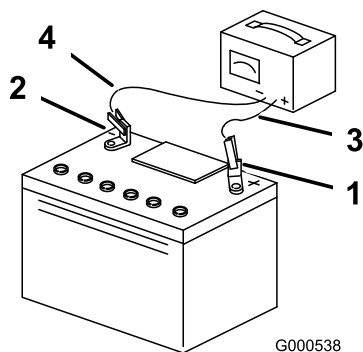

図 49
5. 充電が終わったら、チャージャのプラグをコンセントから抜いてから、チャージャのリード線をバッテリー端子から外す 図 49。